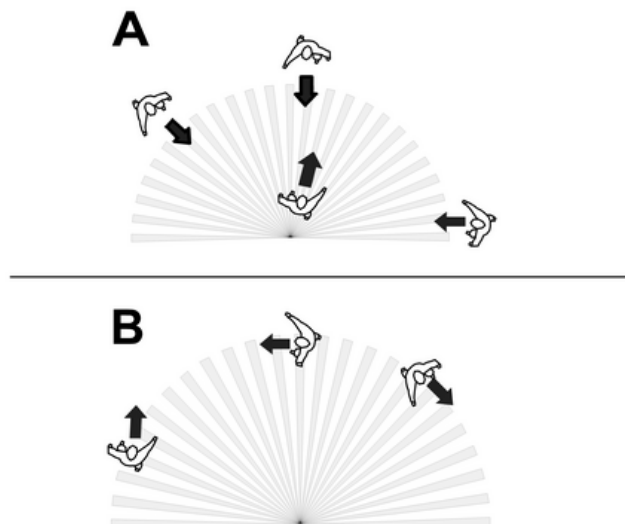

Figura 8: Campo di rilevamento secondo la direzione di movimento
- i** Osservare la direzione di movimento: si distingue tra movimento parallelo A e movimento trasversale B (figura 8). I movimenti perpendicolari al rivelatore di movimento sono più facilmente registrabili rispetto ai movimenti paralleli al rivelatore.